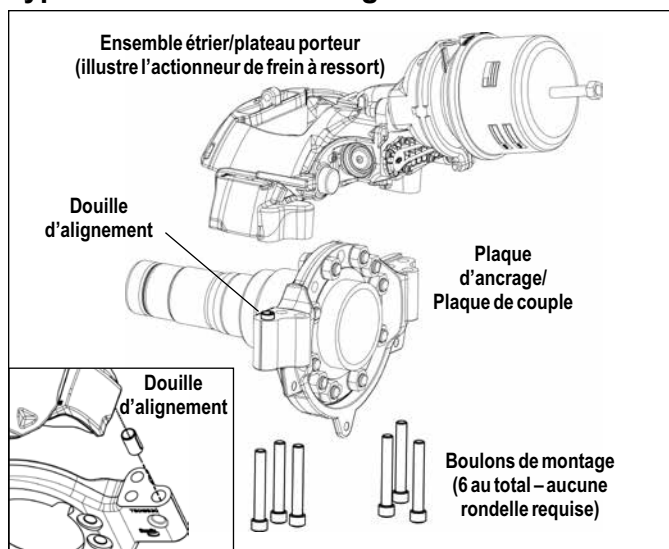

FIGURE 41 - POSE VERTICALE DE L'ENSEMBLE ÉTRIER/PLATEAU PORTEUR
5.2.16 Installer les ressorts de retenue de la garniture (2) dans les garnitures de frein (12) en insérant une extrémité du ressort dans la barrette du haut de la garniture de frein (Cf. Figure 41). Appliquer suffisamment de force pour permettre à la deuxième barrette de s'engager complètement, en prenant soin de garder les doigts, etc. à bonne distance du ressort pendant qu'il se loge dans son siège.
5.3.3 Cf. Figure 41. Supporter le frein à disque pneumatique par les moyens nécessaires, enlever et jeter les six (6) boulons de montage et leurs rondelles. Remarque : Bendix recommande vivement que ces boulons soient remplacés pendant le réassemblage – communiquer avec le fabricant de votre véhicule pour obtenir la visserie de rechange. Soulever l'étrier de la plaque d'ancrage.